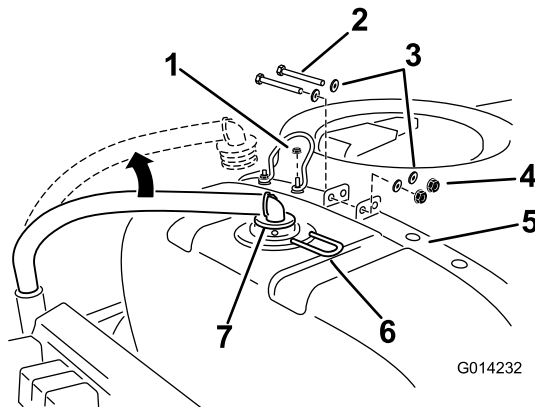

図 7
5. メインタンクの後部と上部から給液ホースを外す 図 7。